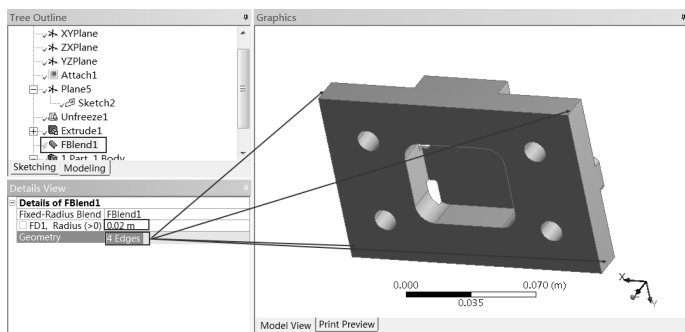
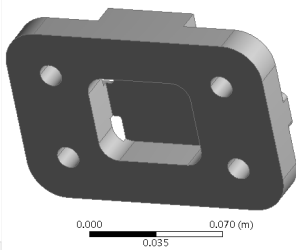

图 2-94 倒角命令
图 2-95 生成倒圆角
Step16：如图 2-94 所示，在 Details View 面板中做如下修改。
选择模型的四个边，在 Geometry 栏中确定如图 2-94 所示的四个边界被选中。生成后的倒圆角如图 2-95 所示。